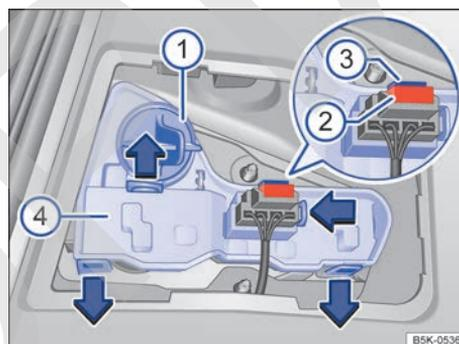

Fig. 181 En el portón del maletero: extraer el portalámparas.
4. Gire el portalámparas → fig. 181 ① en el sentido contrario al de las agujas del reloj, hasta el tope, y extráigalo junto con la lámpara hacia atrás.
5. Sustituya la lámpara averiada por otra nueva del mismo tipo. Coloque el portalámparas → fig. 181 ① y gírelo en el sentido de las agujas del reloj hasta el tope.
6. Extraiga el seguro → fig. 181 ②. Presione el bloqueo → fig. 181 ③ del conector y desacople el conector. ▶
7. Desbloquee las pestañas de encastre del portalámparas → fig. 181 ④ en el sentido de las flechas y extraiga el portalámparas.